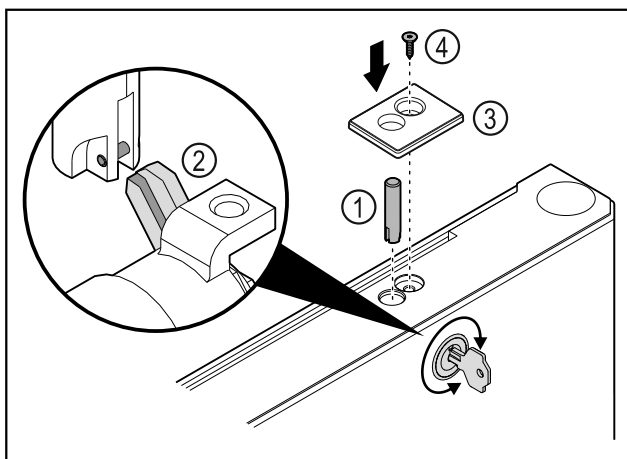

Fig. 42
- Slotbout Fig. 42 (1) plaatsen.
- Slot iets draaien zodat slotbout Fig. 42 (2) in sleuf van slot vergrendelt.
- Afdekking Fig. 42 (3) plaatsen.
- Schroef Fig. 42 (4) plaatsen.